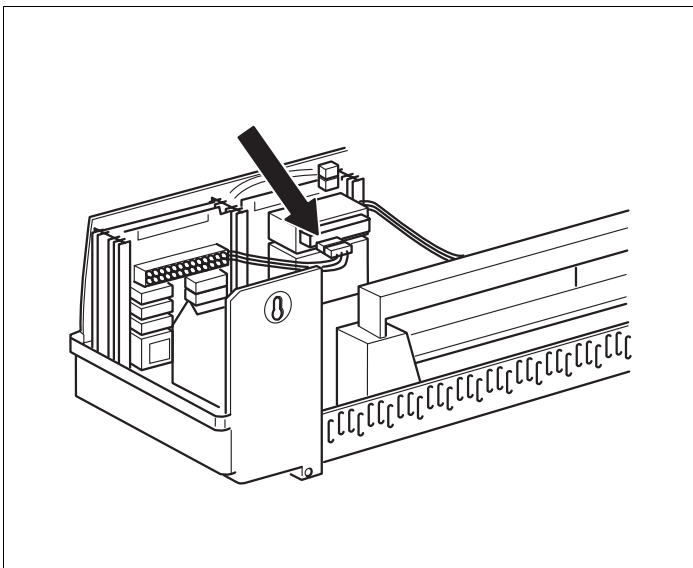

Рис. 16 Подключение напряжения 230 В
- Вставьте соединительный штекер (230 В) модуля в предусмотренный для него разъем (для подключения модуля в разъем 2, см. стрелку на рис. 16).